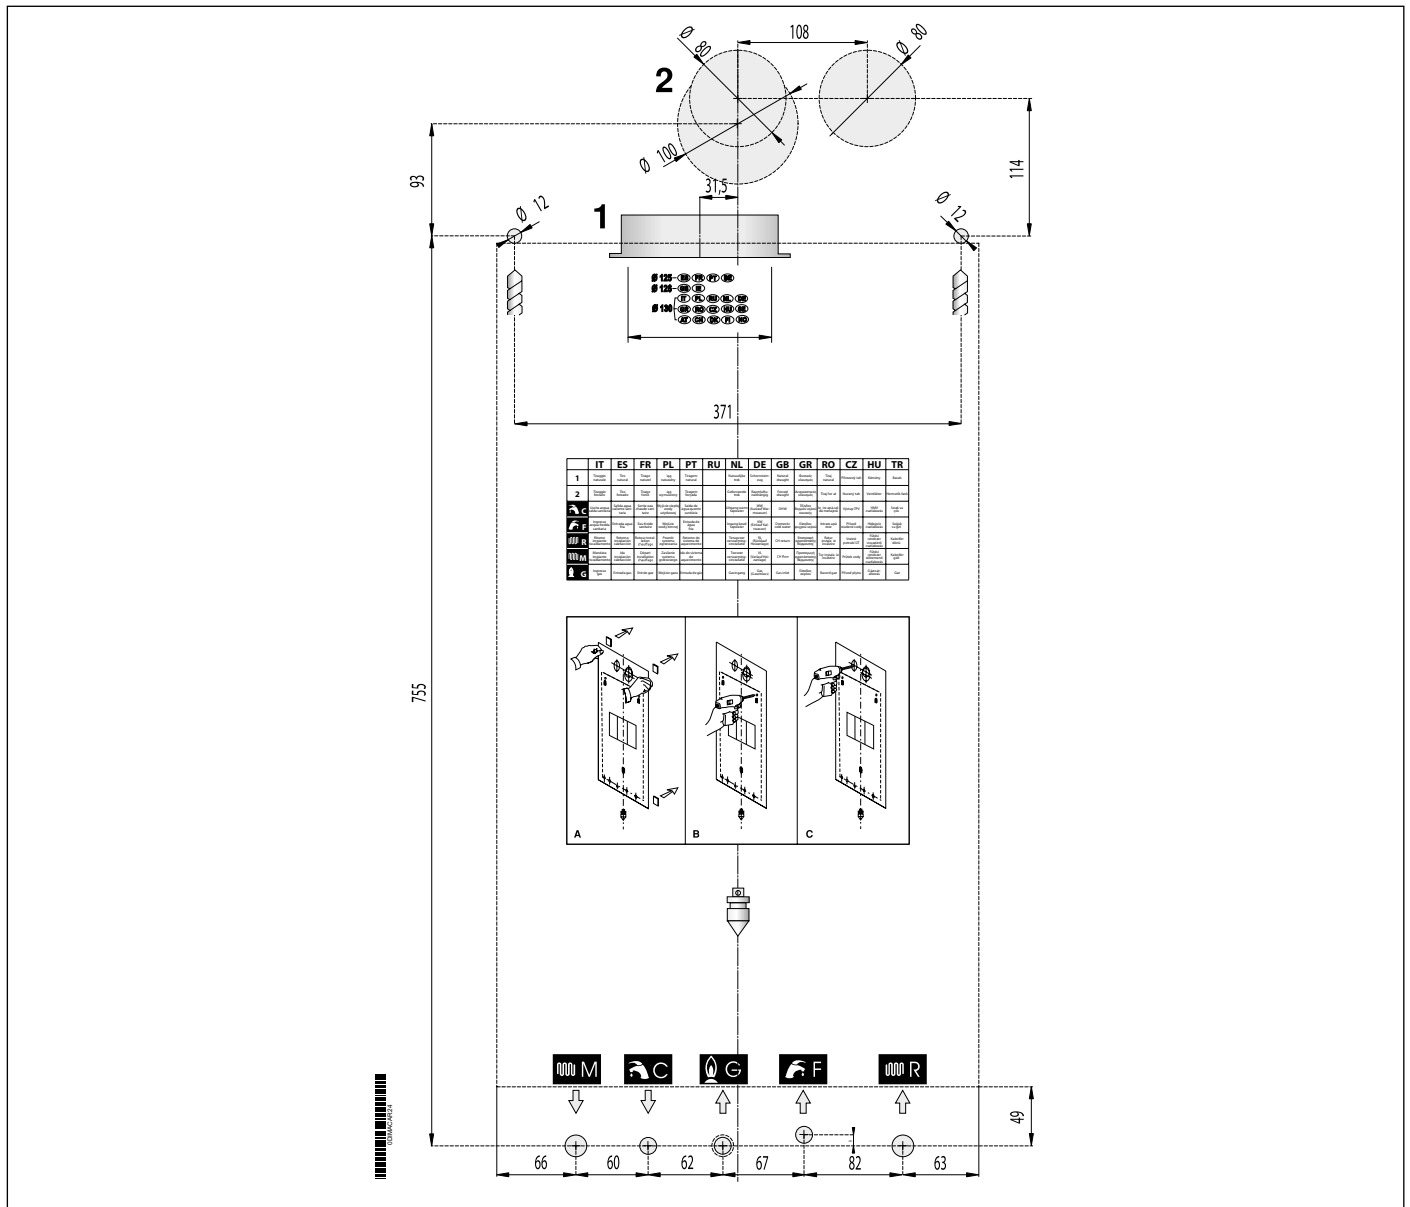

Рис. 11 Шаблон из бумаги
- монтажный шаблон (смотри Рис. 11 Шаблон из картона).
Каждый котел снабжен специальным шаблоном из бумаги (смотри Рис. 11 Шаблон из бумаги).